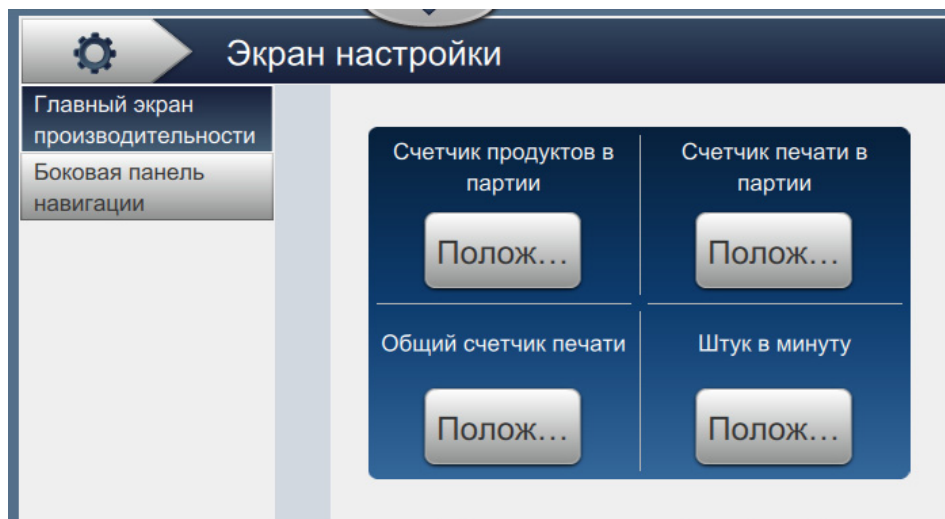

Рис. 6-19: Экран «Настройка главной страницы»
1. Нажмите кнопку  на экране «Инструменты». Откроется экран «Настройка дисплея», как показано на Рис. 6-19.